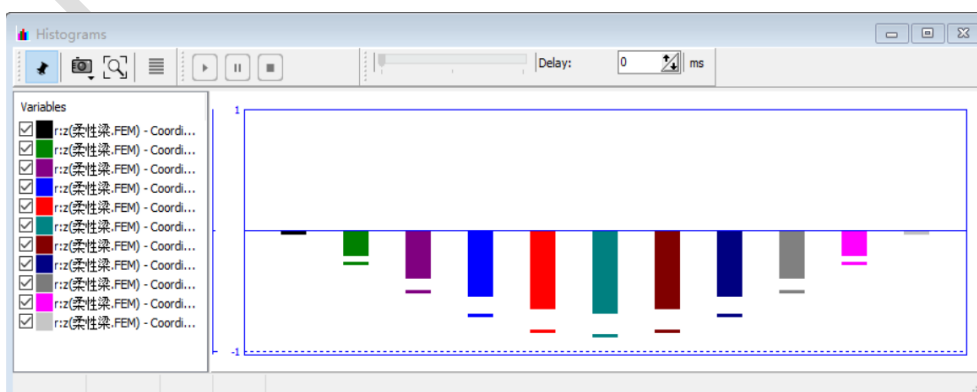

图 2-119
- 5) 选择主菜单 **Analysis** → **Simulation**，弹出仿真控制面板（或直接点击工具栏按钮 ）。选择求解器 **Park**，设置仿真时间为 **20** (s)，勾选选项 **Computation of Jacobian**。点击 **Integration**，开始计算，如图 2-119。